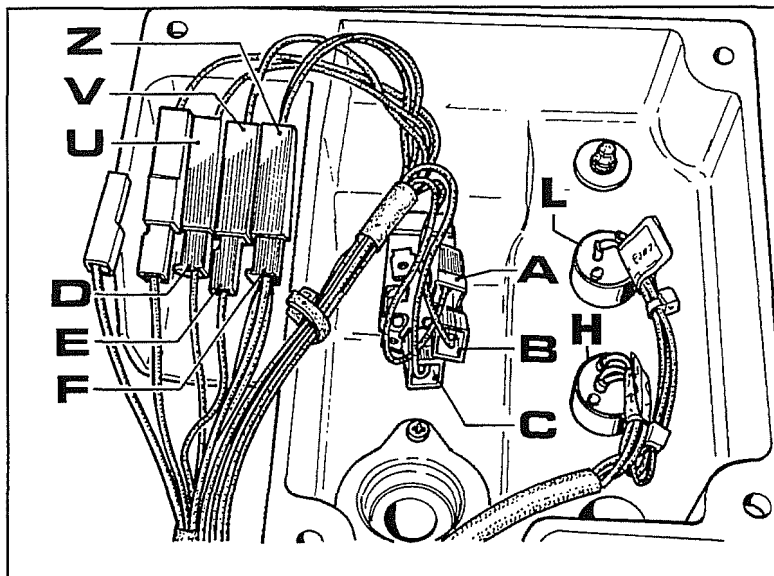

Fig. 43
5. Para efectuar a exclusão é necessário retirar a caixa suporte reóstatos situada no guarda-lamas direito, e a seguir volta-la de cabeça para baixo tal como ilustrado na fig43.
6. Antes de desligar os cabos **A-B-C** da central do interruptor levanta/baixa, verificar a sua acoplagem que deve ser a seguinte (ver fig.43):
| REÓSTATO DA POSIÇÃO (H fig.43) | A                   | BRANCO             |
| REÓSTATO DO ESFORÇO (L fig.43) | A                   | BRANCO             |